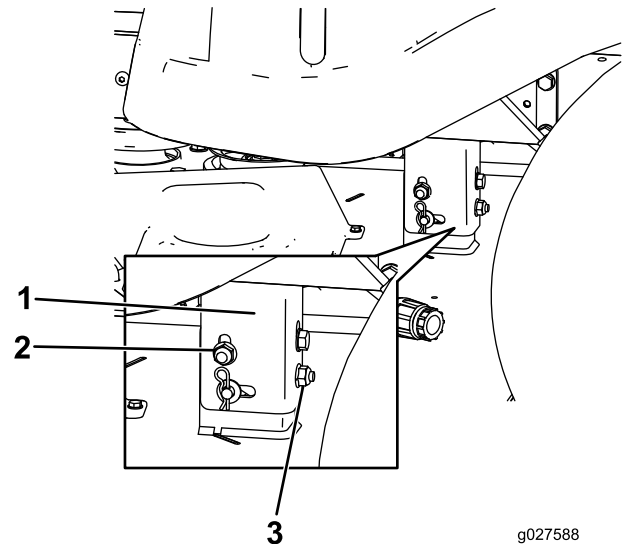

Figure 51
8. Élevez ou abaissez le côté gauche du plateau de coupe en tournant l'écrou arrière. (Figure 51).